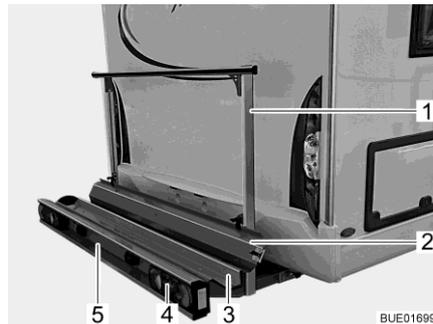
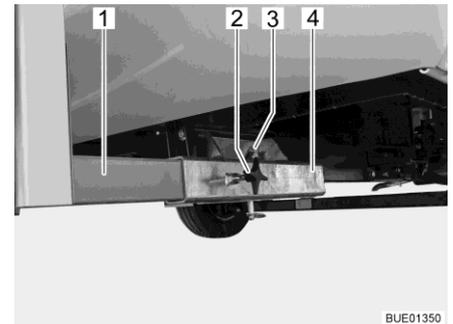

Bild 4 Lastenträger
Bild 5 Befestigung am Fahrzeug
Der Lastenträger (Bild 4) ermöglicht die Mitnahme eines Motorrads oder eines Motorrollers mit einem Gewicht bis zu 130 kg.
- Trägerwanne (Bild 4,3) und Haltebügel (Bild 4,1) mit Befestigung am Fahrzeug (Bild 5)
- Heckleuchten (Bild 4,4)
- Kfz-Kennzeichenbeleuchtung (Bild 4,5)
- Auffahrschiene (Bild 4,2)
Die beiden Längsträger (Bild 5,1) des Lastenträgers sind durch Knebel-schrauben (Bild 5,2) an den Vierkantaufnahmen (Bild 5,4) am Fahrzeugboden fixiert. Gesichert ist der Lastenträger durch einen Bolzen (Bild 5,3) mit Sicherungsring.